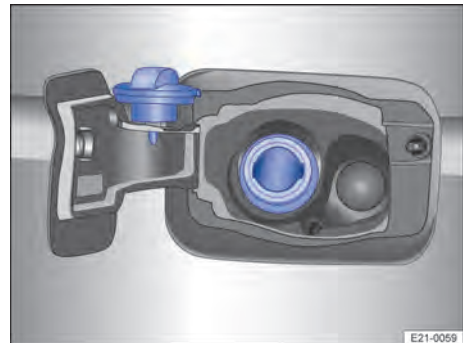

Abb. 164 An der linken Fahrzeugseite: Tankklappe mit geöffnetem Tankverschluss.
4. Tankverschluss herausdrehen und in die vorgesehene Öffnung an der Tankklappe stecken → Abb. 164.